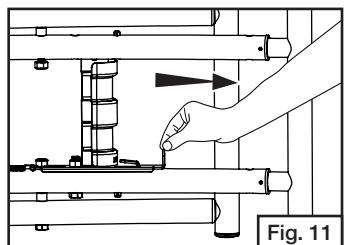

Fig. 11
- Tirez le support à clapet hors de la fente. (Fig. 11)